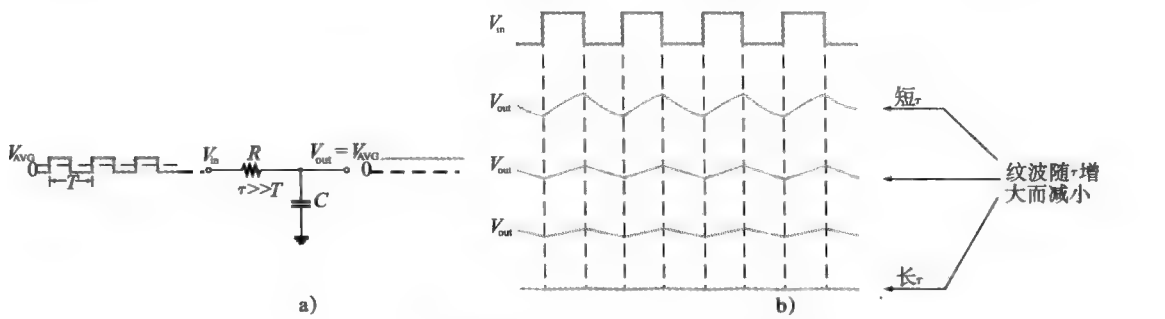

图 15-50 长时间常数积分器作为脉冲-直流转换器
- 2. 请确认在图 15-50 中减小 R 的阻值将增大还是减小输出中的纹波量。